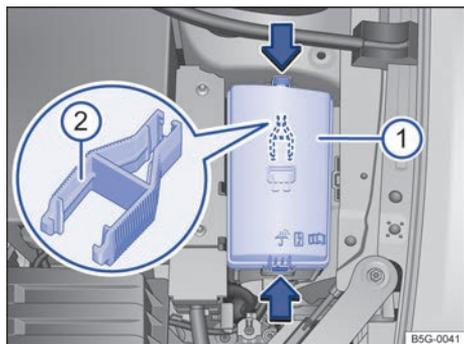

Fig. 183 En el vano motor: cubierta ① de la caja de fusibles con pinzas de plástico ②.
- Para desbloquear la cubierta de la caja de fusibles, presione las teclas de bloqueo en el sentido que indican las flechas → fig. 183 ①.